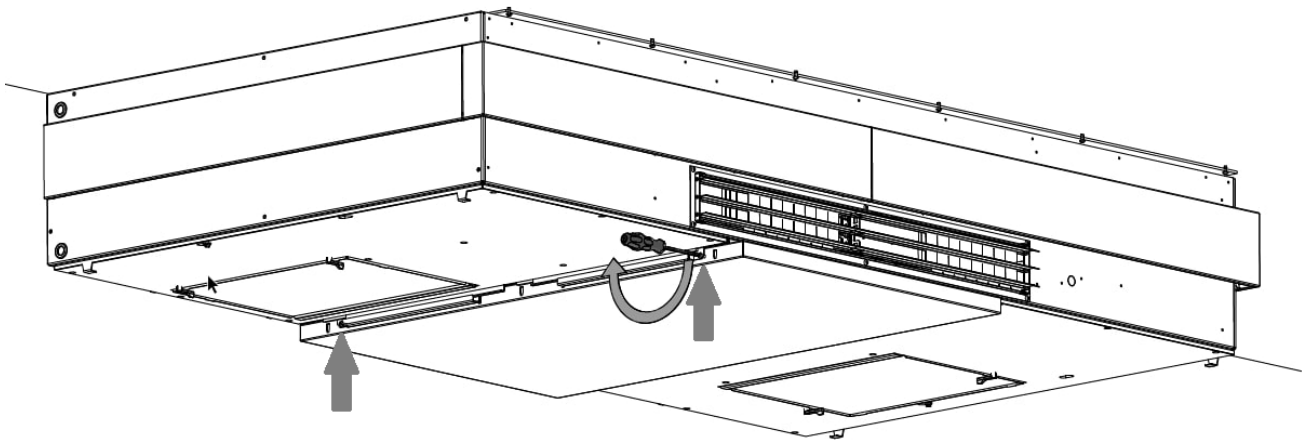

Afbeelding 51: De middelste servicedeur omhoog en op de scharnieren tillen
1. Til de middelste servicedeur op de scharnieren, zie Afbeelding 51 hieronder.